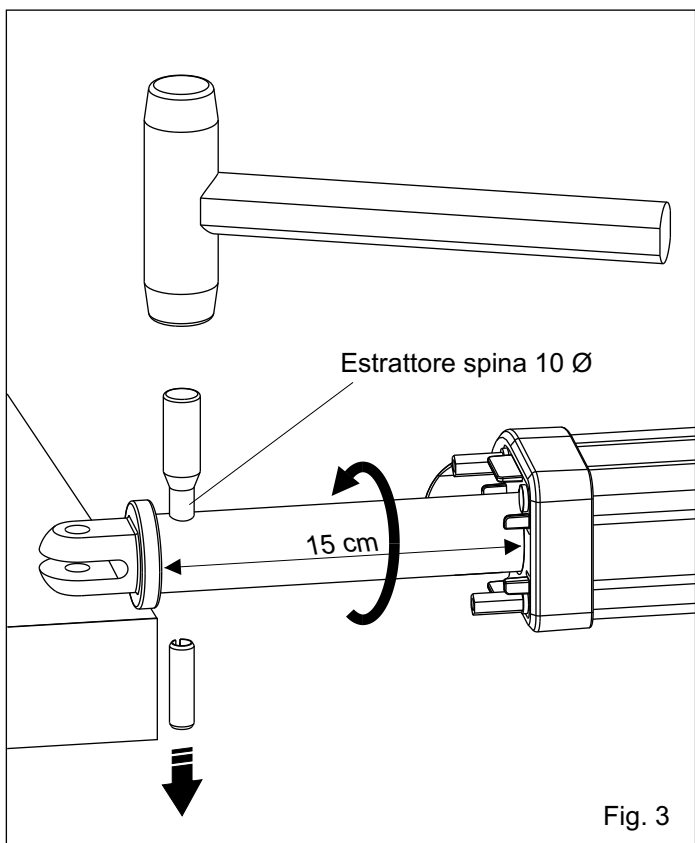

Fig. 3
3. Ruotare in senso orario lo stelo per tirarlo fuori di 15 cm ed estrarre la spina di serratura della **forcella** anteriore usando un estrattore di spine con Ø 10 ed un martello (Fig. 3).